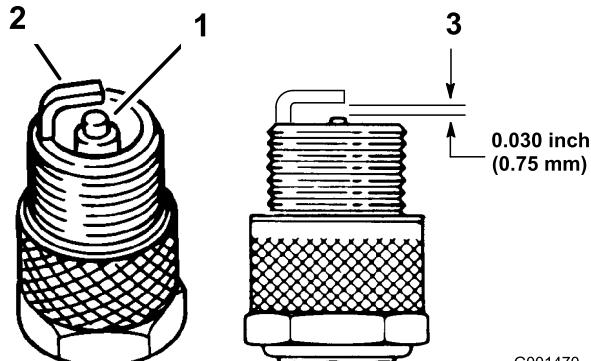

Figura 27
3. Conecte los cables a las bujías (Figura 27).
1. Mire la parte central de las bujías (Figura 27). Si se observa un color gris o marrón claro en el aislante, el motor está funcionando correctamente. Si el aislante aparece de color negro, significa que el limpiador de aire está sucio.
3. Compruebe la separación entre los electrodos central y lateral (Figura 27). Si la distancia no es correcta, doble el electrodo lateral (Figura 27).